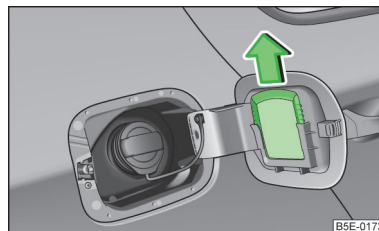

Fig. 177
- Spingere fuori il raschietto nella direzione indicata dalla freccia » fig. 177.